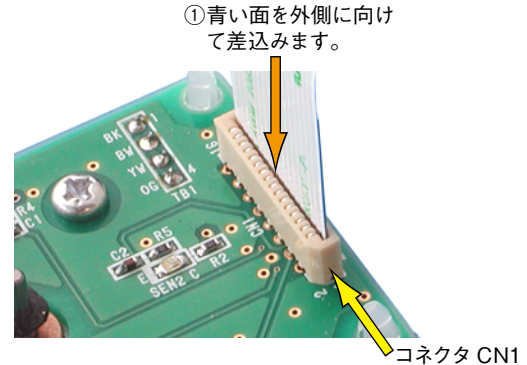

図6 ステッピングモーター基板の取り付け②
- ②FFCケーブルの反対側を青い面を外側に向けてステッピングモーター基板のコネクタ CN1 に差し込みます（図6）。